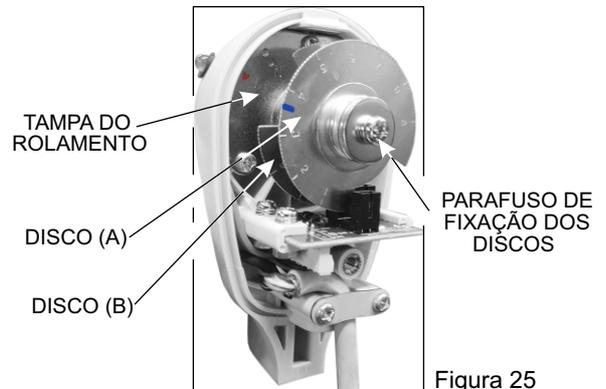

Figura 25
Girar o volante no sentido de giro da máquina até que a lançadeira se posicione com a ponta a  $\pm 5$  mm antes de entrar na caixa e a agulha subindo (Figura 26), retirar a tampa do posicionador, soltar o parafuso de fixação dos discos, girar o disco (A) até o ponto vermelho ficar alinhado com o ponto vermelho da tampa do rolamento (Figura 25).